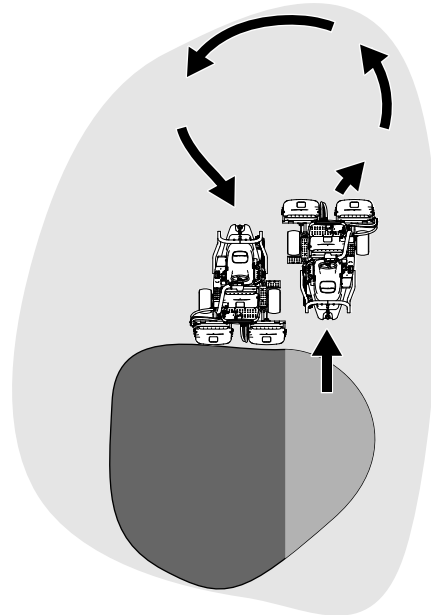

Figura 26
6. Pour réduire le temps de travail et faciliter l'alignement pour la passe suivante, tournez momentanément la machine dans la direction opposée, puis tournez-la vers la partie à tondre. Exécutez un demi-tour en « goutte d'eau » (Figura 26) pour aligner rapidement la machine pour la passe suivante.